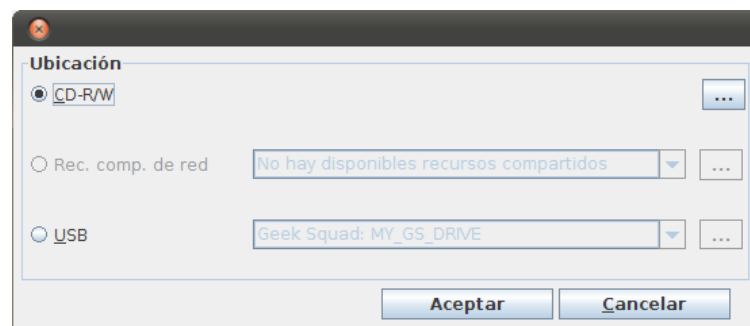

Figura 7-3 Cuadro de diálogo Ubicación para guardar (Import./Fusionar base de datos)
2. En la sección Database Import / Merge (Import./Fusionar base de datos), seleccione el botón browse (examinar) () para seleccionar una ubicación para la base de datos. Aparecerá el cuadro de diálogo Location (Ubicación) (Figura 7-3).